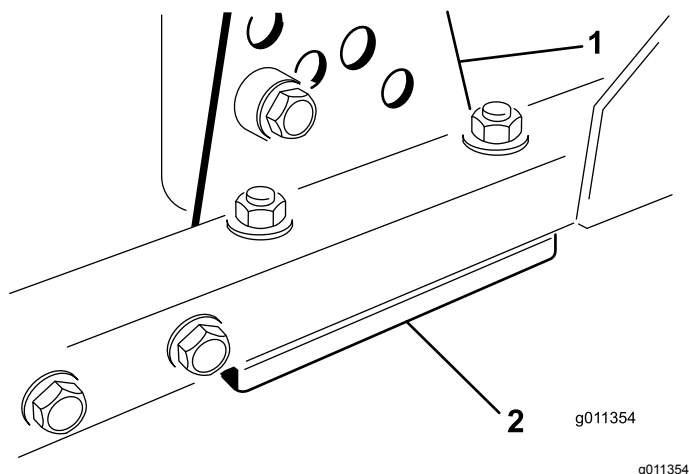

Рисунок 102
1. Снимите кронштейн высоты скашивания (передний, левый или правый) с рамы деки (Рисунок 102).
2. Установите регулировочные прокладки толщиной 1,5 мм и/или 0,7 мм между рамой деки и кронштейном, чтобы получить необходимую настройку высоты (Рисунок 102).